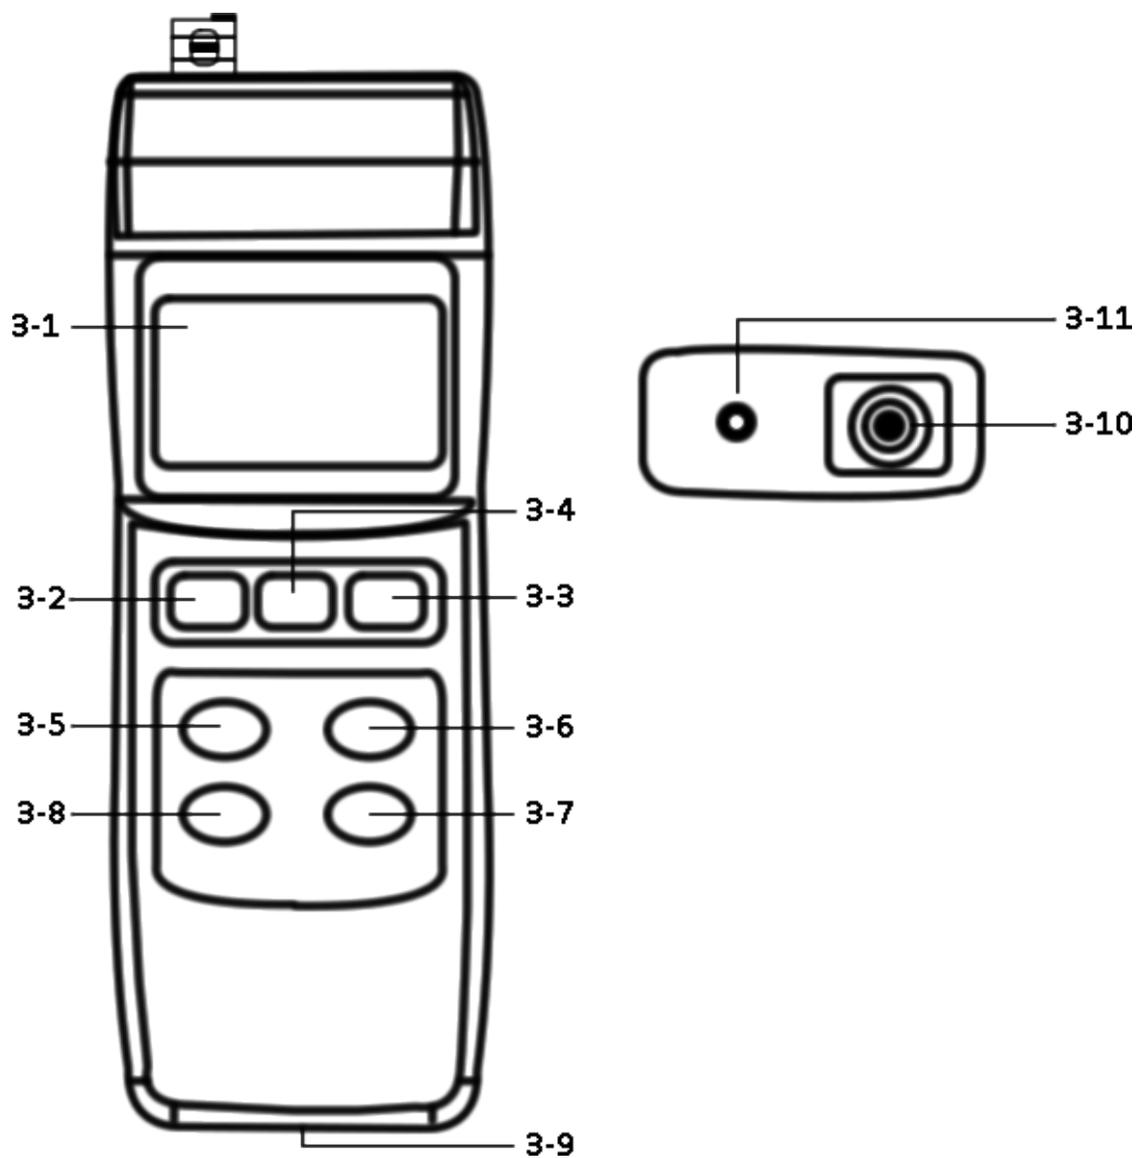
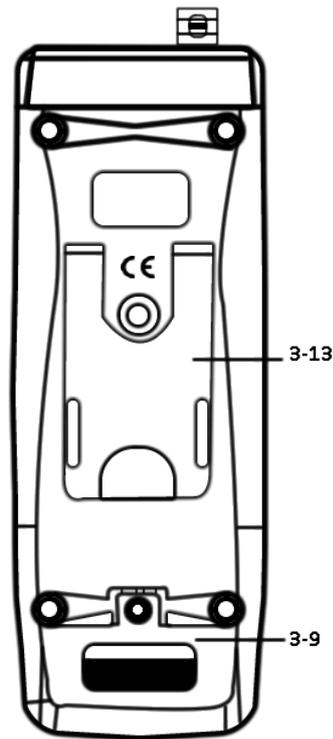

FIG. 1
FIG. 3
1. Ligue o instrumento, pressionando o botão POWER (3-2, FIG. 1).
2. Pressione o botão pH/mV (3-6, FIG. 1) para permitir que o medidor opere na função de "pH", mostrando o símbolo de pH no *display*.
Conecte o ELETRODO de pH ao soquete BNC (3-10, FIG. 1) e mergulhe o eletrodo na solução tampão de pH 7.
Pressione o botão "CAL" (3-8, FIG. 1) para que o *display* superior exiba a abreviatura CAL (calibração) e o *display* inferior mostre o valor-padrão da calibração.
1. Conecte o eletrodo de pH ao soquete de entrada de pH BNC (3-10, FIG. 1)
2. Ligue o instrumento, pressionando o botão de força (3-2, FIG. 1).
3. Pressione o botão pH/mV (3-6, FIG. 1) para permitir que o medidor opere na função de "pH", mostrando o símbolo de pH no *display*.
4. Ajuste o valor de "compensação manual da temperatura" para 25° C e certifique-se de rever os passos para calibração na página 10, item 5-1.
6. * Para medir a solução-padrão de pH 7, ajuste valor de pH 7 (3-14, FIG. 3) até que o valor exibido no display fique entre pH 6 e pH 8.
- * Para medir a solução-padrão de pH 4, ajuste valor de pH 4 (3-15, FIG. 3) até que o display exiba um valor entre pH 3 e pH 15.
- * Para medir a solução-padrão de pH 10, ajuste valor de pH 10 (3-15, FIG. 3) até que o display exiba um valor entre pH 9 e pH 11.
Antes de iniciar os passos para a calibração manual de compensação da temperatura, certifique-se de retirar qualquer sensor de compensação automática da temperatura (YK-200ACT) do soquete opcional de entrada de sensor (3-11, FIG. 1).
3. O botão "TEMP. C" (controle de temperatura) (3-7, FIG 1), é usado para ajustar os seguintes valores:
- * **Primeiramente, pressione o botão "TEMP. C" (controle de temperatura) (3-7, FIG. 1).** Com isso, o display superior exibe os valores medidos de pH e o *display* inferior mostra o valor (medido manualmente) de compensação da temperatura.
- * Para fazer o ajuste manual do valor de compensação da temperatura, use os botões esquerdo (3-6, FIG. 1), para cima (3-5, FIG. 1) e para baixo (3-8, FIG. 1).
- * **Depois de ajustar manualmente os valores de compensação da temperatura, pressione novamente o botão "TEMP. C" (controle de temperatura) (3-7, FIG. 1) para ajustar o valor-padrão de calibração do pH 4.**
- @ Para ajustar o valor-padrão de calibração de pH 4, use os botões para cima (3-5, FIG. 1) e para baixo (3-8, FIG. 1).
- * **Depois de ajustar o valor-padrão de pH 4, pressione novamente o botão "TEMP. C" (controle de temperatura) (3-7, FIG. 1) para ajustar o valor-padrão de calibração do pH 7.**
- @ Utilize os botões "para cima" (3-5, FIG. 1) e "para baixo" (3-8, FIG. 1) para ajustar o valor-padrão de calibração de pH 7.
- * **Depois de ajustar o valor-padrão de calibração de pH 7, pressione novamente o botão "TEMP. C" (controle de temperatura) (3-7, FIG. 1) para ajustar o valor-padrão de calibração do pH 4.**